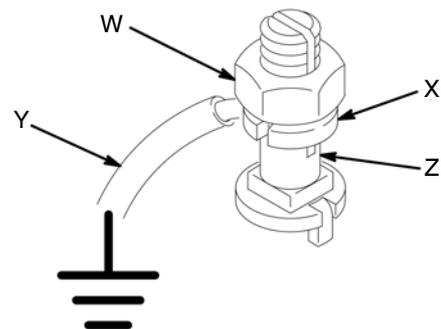

ABB. 2
Alle anderen Pumpen: verwenden einen Erdungsdraht und eine Klemme, siehe Abb. 2. Mutter (W) und Scheibe (X) der Erdungsöse lösen. Führen Sie ein Ende des Erdungskabels (Y) mit einem Mindestquerschnitt von 1,5 mm² (12 ga) in den Schlitz der Öse (Z) ein, und ziehen Sie die Sicherungsmutter fest an. Das andere Ende des Kabels mit einer guten Erdleitung verbinden. Zu bestellen: Erdungskabel und Klammer, Teile-Nr. 237569.